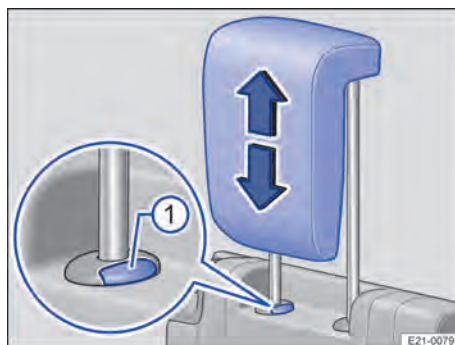

Fig. 80 Troisième rangée de sièges : réglage de l'appui-tête
3. Pour libérer l'appuie-tête de la position enclenchée, appuyez sur le bouton → fig. 80 ① et abaissez l'appuie-tête. <